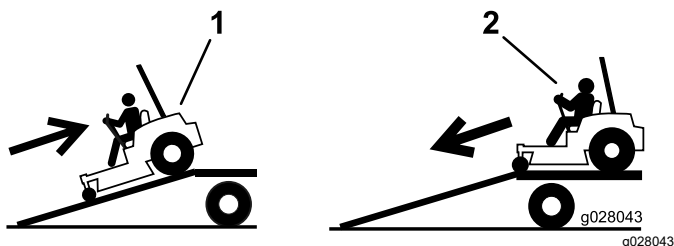

Рисунок 43
4. Перемещайте машину задним ходом при движении вверх по наклонному въезду (Рисунок 43).
2. Перемещайте машину передним ходом при движении вниз по наклонному въезду (Рисунок 43).